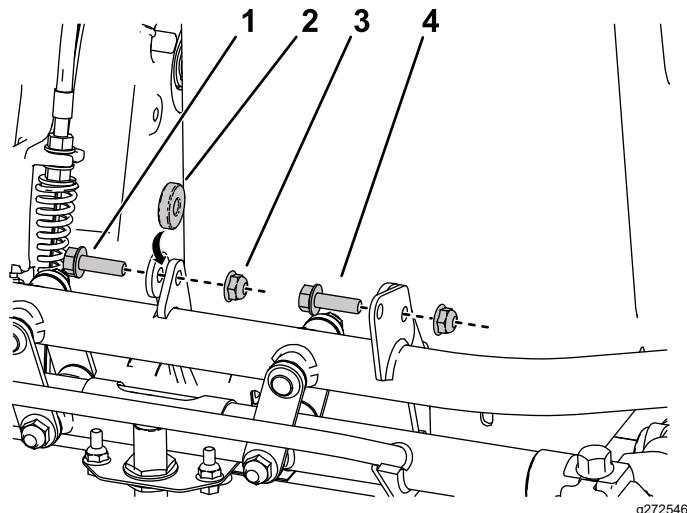

Figura 10
1. Alinee la parte frontal de la plataforma de la batería nueva en el bastidor e instale las fijaciones como se muestra en la Figura 10.